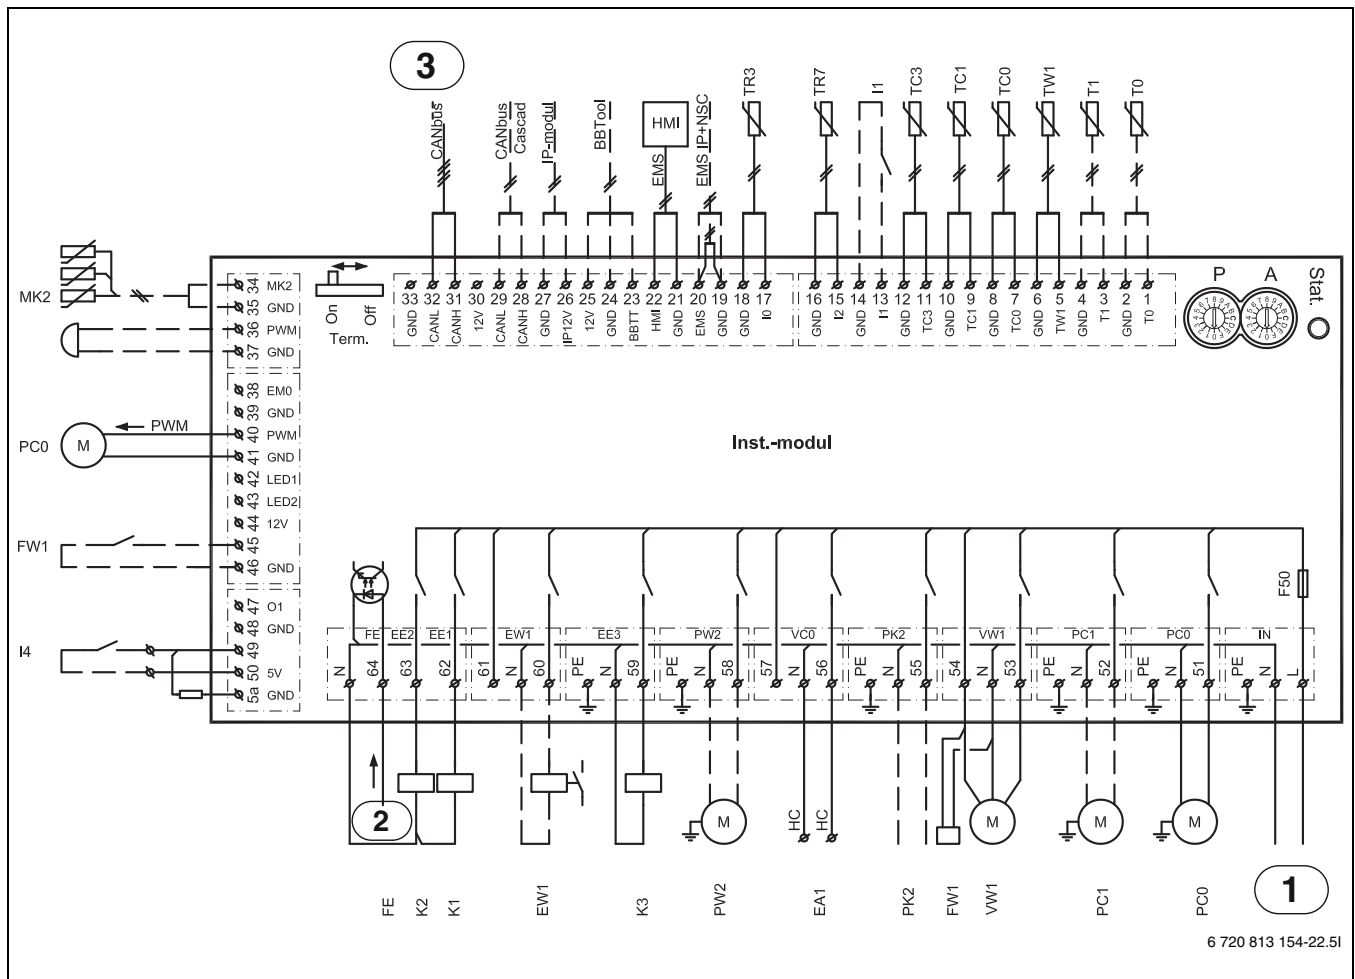

Fig. 32 Strømdiagram installationsmodul
- [1] Driftsspænding installationsmodul ([1] fig. 32)
- [2] Alarmudgang elvarmeindsats ([2] fig. 32)